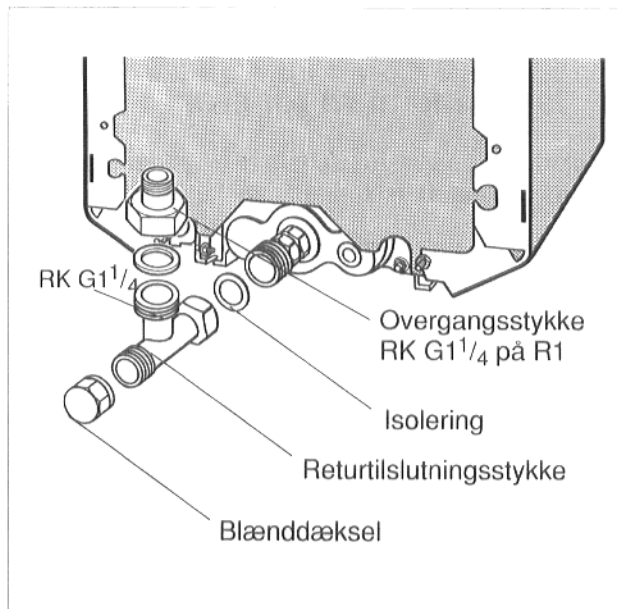

Fig. 10
- Isolering monteres i returtilslutningsstykkets fitting og skrues sammen med tilførselsstykket i kedlens retur (Fig. 10).
- Skivepakning placeres i overgangsstykkets møtrik, og overgangsstykke skrues fast til returtilslutningsstykkets sideafgang (Fig. 10).